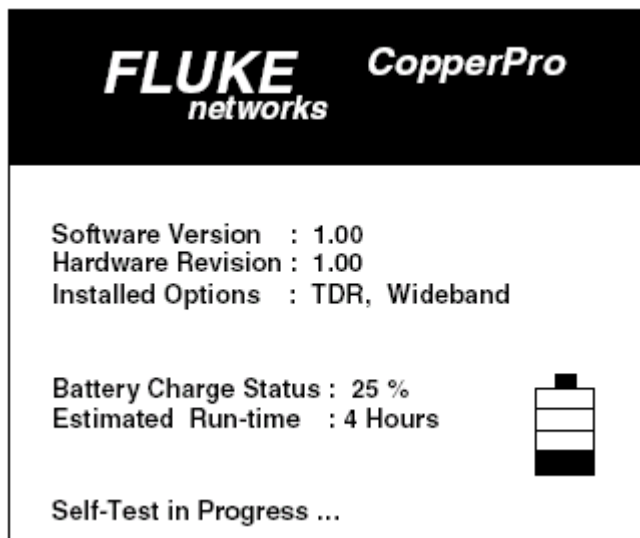

Рисунок 3-1. Загрузочный экран прибора CopperPro
На экран будет выведен загрузочный экран прибора CopperPro (см. Рисунок 3-1):
1. Находясь в основном меню **Main Menu** (см. Рисунок 3-1), нажимайте стрелку ↓, чтобы выбрать нужный автотест.